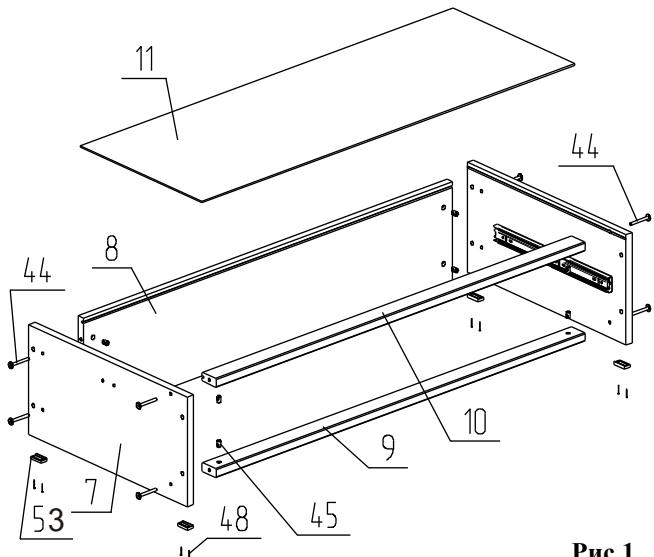

Рис.1
1. **Сборка основания (рис. 1).** На нижнюю кромку боковины(7) на расстоянии 3 мм от вертикальной кромки установить подпятники(53) и закрепить на гвозди(48). Установить стенку заднюю(8) между боковинами(7), согласно рис.1, и закрепить на стяжку(43).Установить крышку(11) в паз между стенками боковыми(7) и стенкой задней(8). Установить распорки(9) и (10) между боковинами(7) , закрепив на стяжку(43). Распорка(10) с пазом устанавливается в верхнее положение.